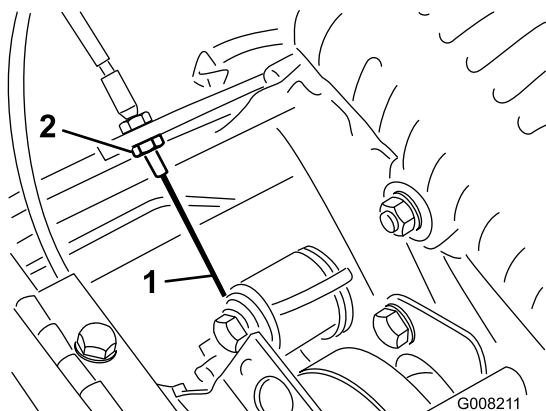

図 36
3. 走行ケーブルの前ジャム・ナットをゆるめ、後ジャム・ナット (図 36) を締めてケーブルの張りを出し、3.2~4.0 kgの力で走行コントロールがつかないようにする。力の計測はコントロール・ノブの部分で行う。